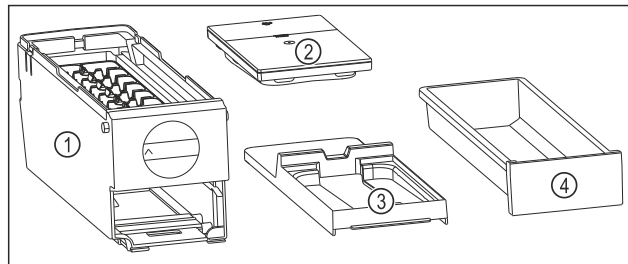

Fig. 78 Komponenter i EasyTwist-Ice
- ▷ EasyTwist-Ice er delt inn i fire deler. (se Fig. 78)
- ▶ Demonter kun delene til EasyTwist-Ice som er angitt på bildet. (se Fig. 78)
- ▶ Hoveddelen til EasyTwist-Ice Fig. 78 (1) rengjøres som en del.